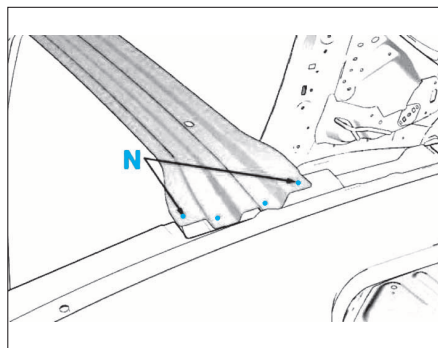

FIG. 74
- Dépointer les traverses aux endroits indiqués N (Fig.74).